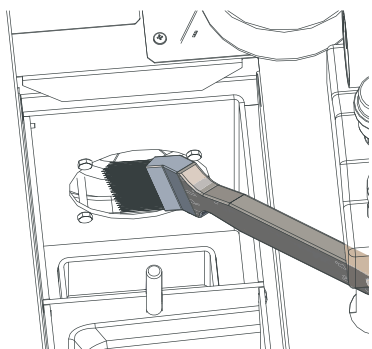

Fig. 66 Pulire e aspirare il ventilatore
- ▶ Pulire il ventilatore con un pennello – Fig. 66.